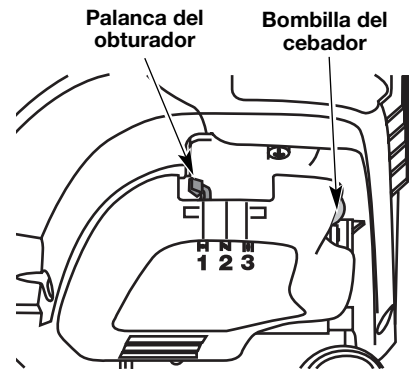

Fig. 8
**NOTA:** No es necesario encender la unidad. El Control de Encendido/Apagado está en la posición de ENCENDIDO (I) en todo momento.
3. Oprima completamente el cebador y suéltelo 10 veces. Hágalo lentamente. Se deberá ver un poco de combustible en el cebador y en las tuberías de alimentación de combustible (Fig. 8). Si no puede ver el combustible en el cebador, oprímalo y suéltelo tantas veces como sea necesario hasta que vea combustible en el mismo.
4. Coloque la palanca del obturador en **Posición 1** (Fig. 8).
5. Soporte en la posición de arranque (Fig. 8) y apriete el control de aceleración. Hale el cordón de arranque con un movimiento controlado y uniforme hasta 5 veces.
6. Coloque la palanca del obturador en **Posición 2** (Fig. 8).
9. Coloque la palanca del obturador en **Posición 3** (Fig. 8) la unidad está lista para usarse.